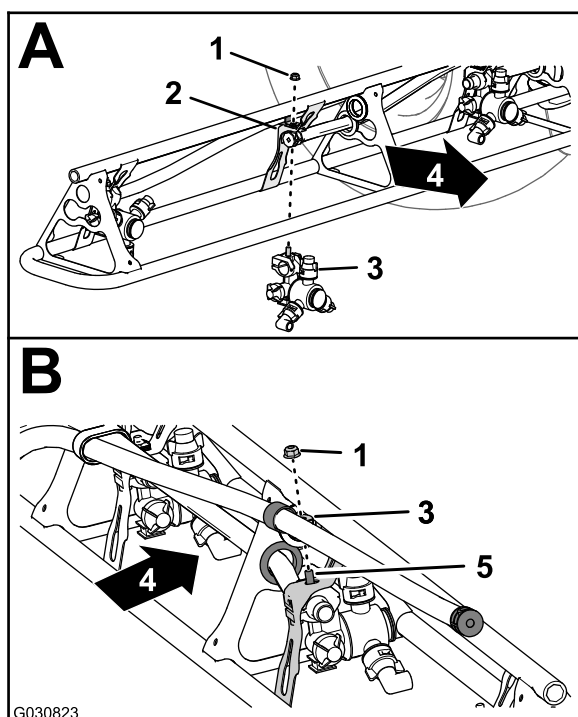

Figura 131
- Nelle posizioni degli ugelli 1 e 4, montate l'ugello dell'irroratrice sul relativo supporto (A di Figura 131) con il dado di bloccaggio flangiato ($\frac{5}{16}$ ") che avete rimosso nel passaggio 2 di Rimozione degli ugelli dell'irroratrice dalle sezioni di irrorazione esterne (pagina 57).
- Nelle posizioni degli ugelli 2 e 3, montate l'ugello dell'irroratrice sul relativo supporto (A e B di Figura 131) con il dado di bloccaggio flangiato ($\frac{5}{16}$ ") che avete rimosso nel passaggio 2 di Rimozione degli ugelli